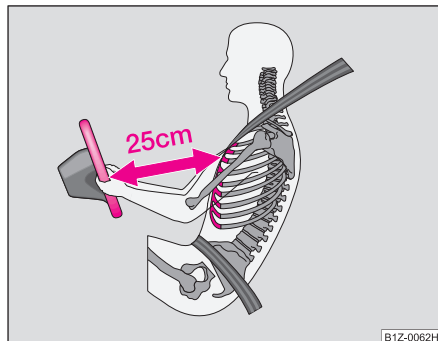

Fig. 159 Distancia de seguridad con respecto al volante
- Es importante que el conductor y el acompañante se mantengan a una distancia mínima de 25 cm del volante o del cuadro de instrumentos ⇒ fig. 159. Si no respeta la distancia mínima, el sistema de airbag no podrá protegerle - ¡Peligro de muerte! Además, los asientos delanteros y los reposacabezas siempre deben estar correctamente ajustados a la estatura del ocupante.